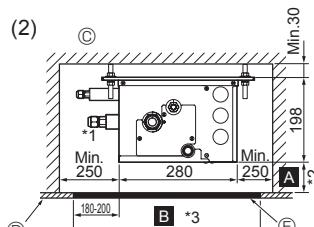
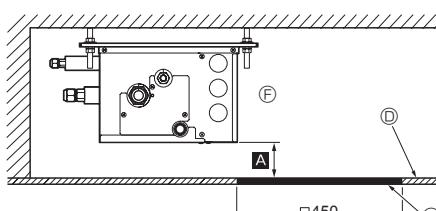

Fig. 4-6
Fig. 4-7
(2) Set fra siden (Fig. 4-6, Fig. 4-7)
I tilfælde af "□ 450" skal der udføres et vedligeholdelseshul ved en PCB-side (som vist på Fig. 4-7), og afstanden Ⓑ skal være "min. 300 mm".